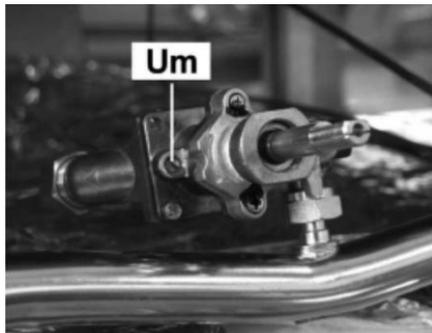

Fig. 2
4. Enlever la buse du brûleur principal UM (fig. 2) et la remplacer par la buse indiquée dans le tableau 2 (fournie avec l'appareil).
5. Visser de nouveau la buse du brûleur principal (UM) (fig. 2).